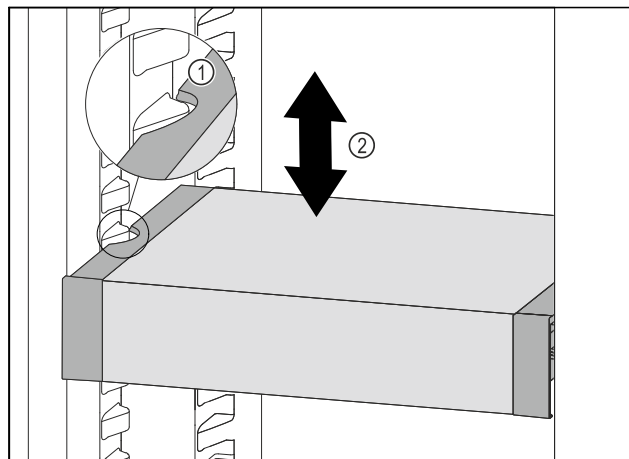

Fig. 122
- ▶ Táhněte VarioSafe dopředu, dokud nebudou boční vybrání VarioSafe na úrovni žebrování na nádoby v chladničce. Fig. 122 (1)
- ▶ Posouvejte VarioSafe v chladničce nahoru nebo dolů, dokud nedosáhnete požadované výšky. Fig. 122 (2)